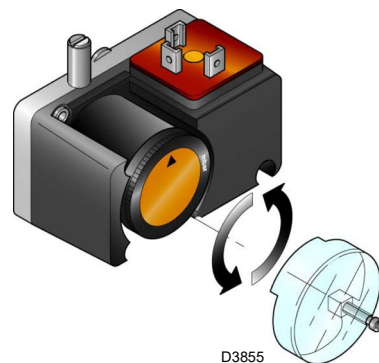

Fig. 31
- Regular el presostato gas de mínima (Fig. 31 a pág. 32) en el inicio de la escala.
Realizar el ajuste del presostato gas de mínima (Fig. 31) después de ajustar el quemador, las válvulas de gas y el estabilizador de la rampa.